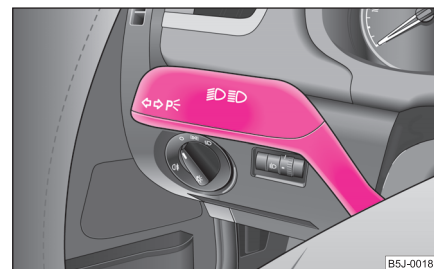

Fig. 36 Maneta de acționare a luminilor de semnalizare și a luminii de drum
- Apăsați maneta luminii de drum în față, pentru a aprinde lumina de drum ⇒ pagina 47, fig. 36.
- Apăsați maneta în sus, respectiv în jos ⇒ fig. 36.